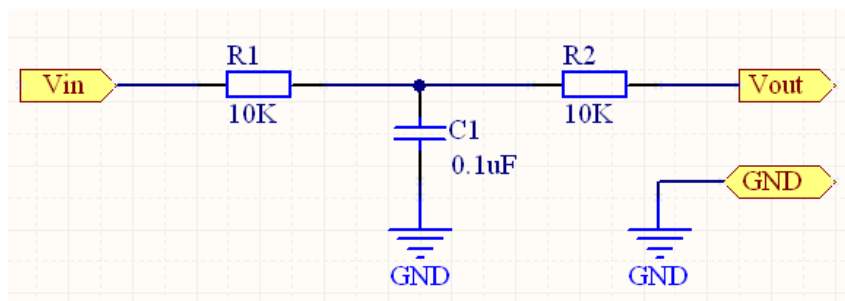

图11-40 绘制的单路滤波器电路原理图
- (1) 启动Altium Designer，创建名称为“多路滤波器.PrjPCB”的项目。
- (2) 在“多路滤波器.PrjPCB”的项目中新建一个空白原理图文档，把它另存为：单路滤波器.SchDoc。
- (3) 在新建的空白原理图中绘制如图11-40所示的单路滤波器.SchDoc。